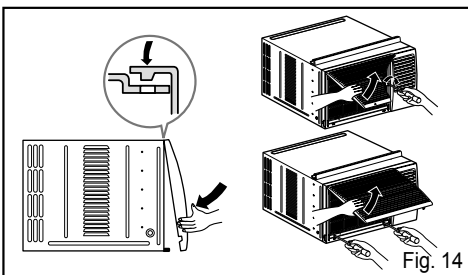

Fig. 14
8. Serrez la grille avant au boîtier en insérant les anneaux sur la grille dans les anneaux à l'avant du boîtier. Poussez la grille jusqu'à ce qu'elle se mette bien en place. (Voir Fig. 14)
9. Soulevez la grille d'entrée d'air et sécurisez-la avec une vis (Type A) passée à travers la grille avant. (Voir Fig. 14)